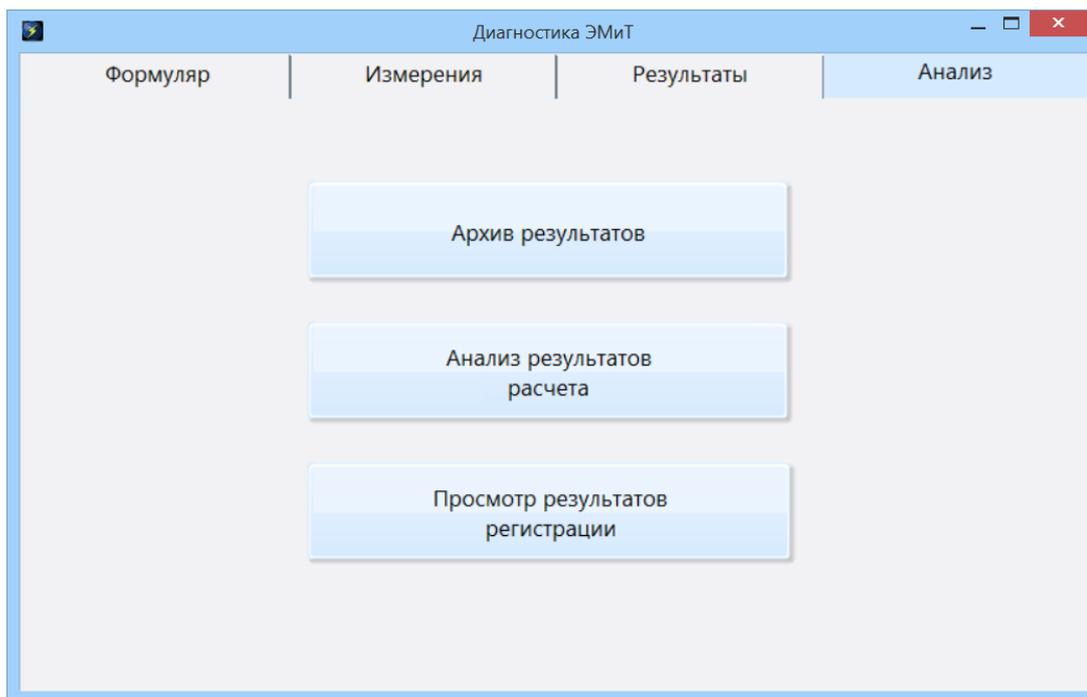
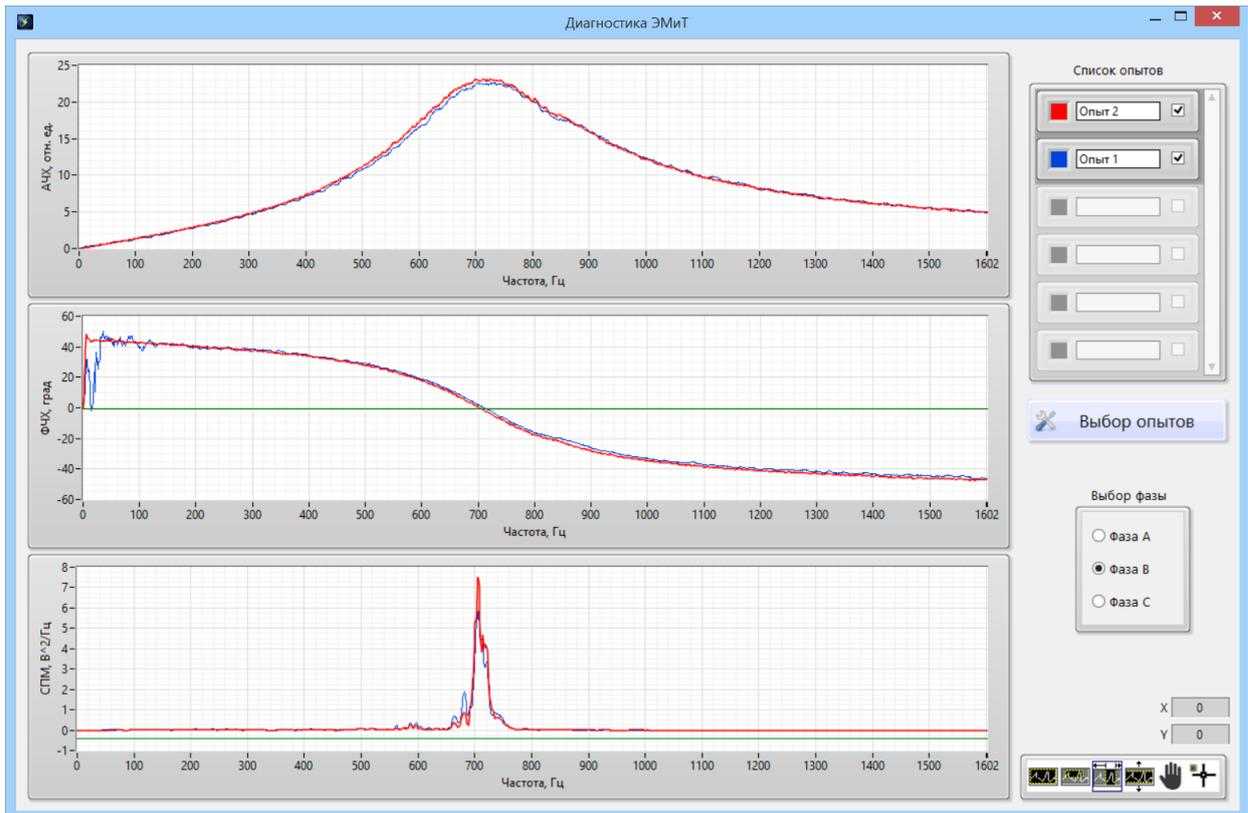

Рис. 14
Рис. 17
3.5.1. С помощью вкладки «Анализ» (рис. 14) можно посмотреть результаты проведенных измерений и проанализировать полученные расчеты.
3.5.4. Кнопка «Анализ результатов расчета» (см. рис. 14) открывает окно результатов, в котором можно сравнить результаты расчетов амплитудно-частотных, фазо-частотных характеристик RLC-контуров и спектральную плотность мощности напряжения, наведенного в обмотках объекта диагностики, полученные в разных опытах (рис. 17). Сравнение осуществляется по фазам, с помощью переключателя «Выбор фазы».
3.5.10. Кнопка «Просмотр результатов регистрации» (см. рис. 14) открывает окно, в котором можно посмотреть все результаты регистрации и расчетов проведенного опыта в виде графиков.